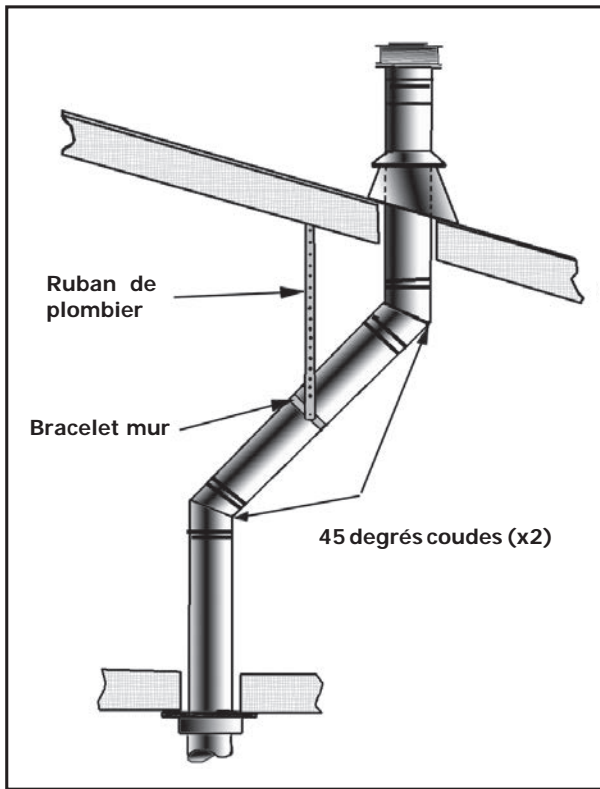
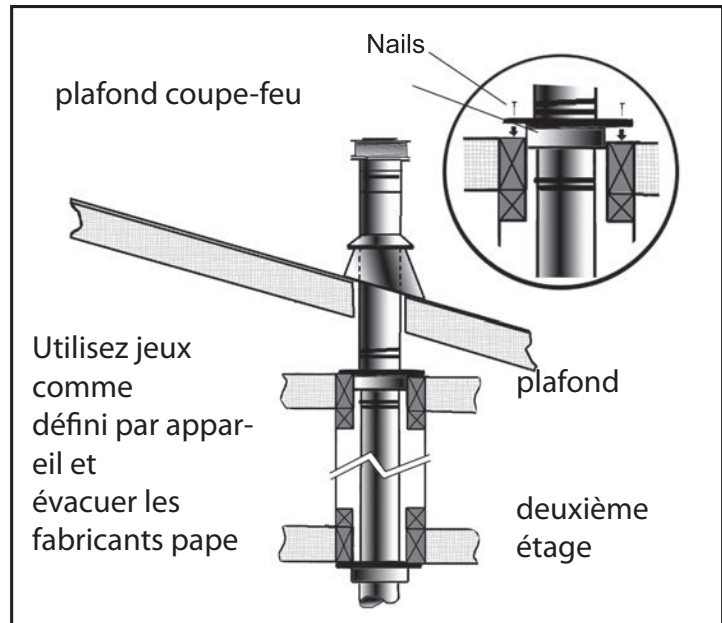

Figure 28: L'utilisation de Ferrures de Fixation Murales
Figure 29: Multi-Story Tuyau de Ventilation Installation
- (1) Si un décalage est nécessaire dans le grenier pour éviter les obstacles, il est important de soutenir le tuyau de ventilation tous les 3 '(914 mm), afin d'éviter un stress excessif sur les coudes, et la séparation possible. Sangles muraux sont disponibles à cet effet (voir la figure 28).
- (2) Chaque fois que possible, utilisez coudes à 45 ° degrés au lieu de coudes à 90 ° degrés. Le coude à 45 ° degrés offre moins de restriction à l'écoulement des gaz de combustion et de l'air d'admission.
- (3) For multi story installations; a ceiling firestop is required at the second floor, and Any Subsequent floors (see Figure 29). The opening Should Be framed to 10 "(254 mm) x 10" (254 mm) inside dimensions, in the Sami Manner as shown in Figure 21.